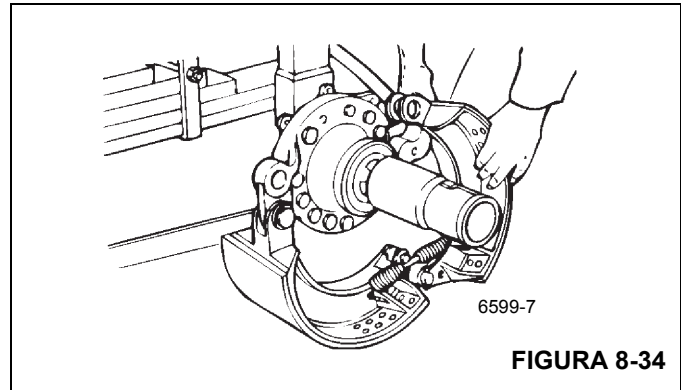

FIGURA 8-34
4. Instale uma nova mola de retorno na sapata do freio (Figura 8-34). Coloque a sapata do freio superior na posição correta sobre a aranha. Repita as etapas 1 e 2.